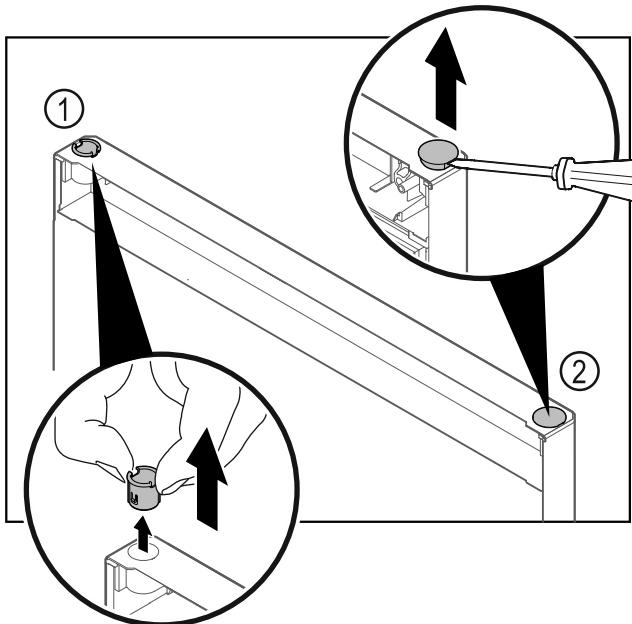

Fig. 20
- Izvelciet ar pirkstiem eņģes ieliktni Fig. 20 (1).
- Paceliet uzmanīgi ar plakano skrūvgriezi un izvelciet ārā nosedzošo aizbāzni Fig. 20 (2).